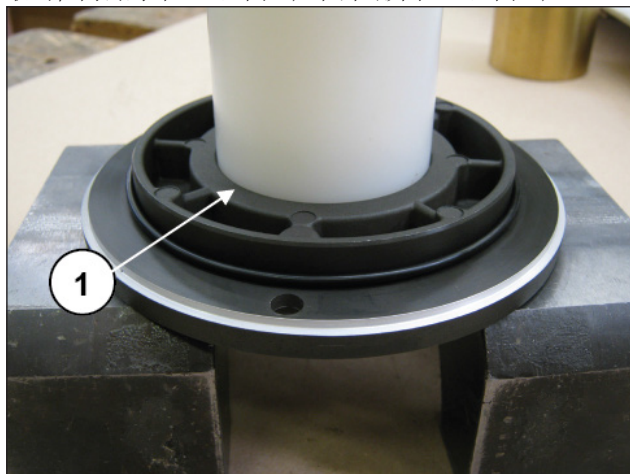
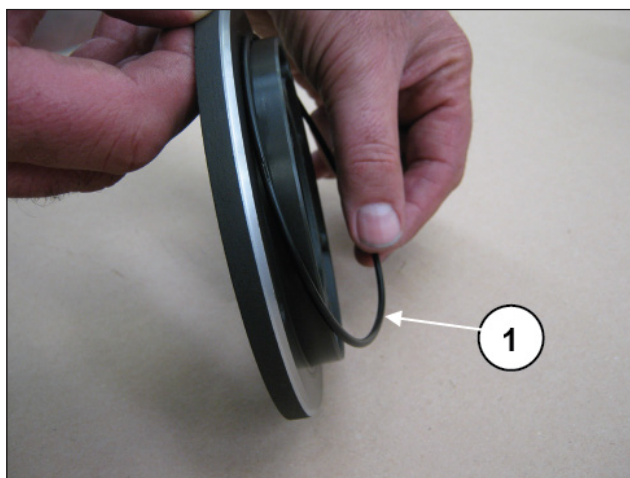

图 5
图 6
取出径向密封环 (①, 图 5) 和外O形圈 (①, 图 6)。